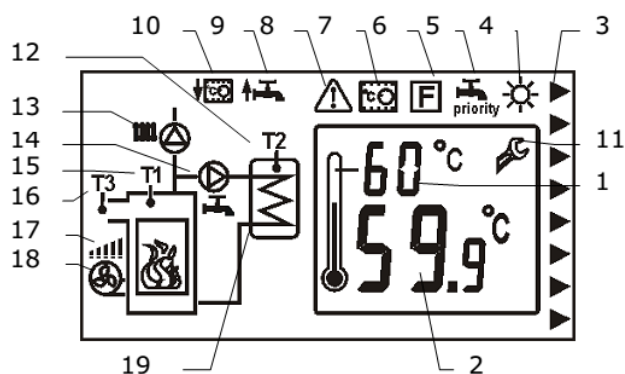

Figura 26 - Ecrã
O controlador é iniciado ao ligar o interruptor (4) Figura 26. Primeiro, aparece uma janela de informações com a versão do *software*, em seguida, o controlador exibe a janela principal.